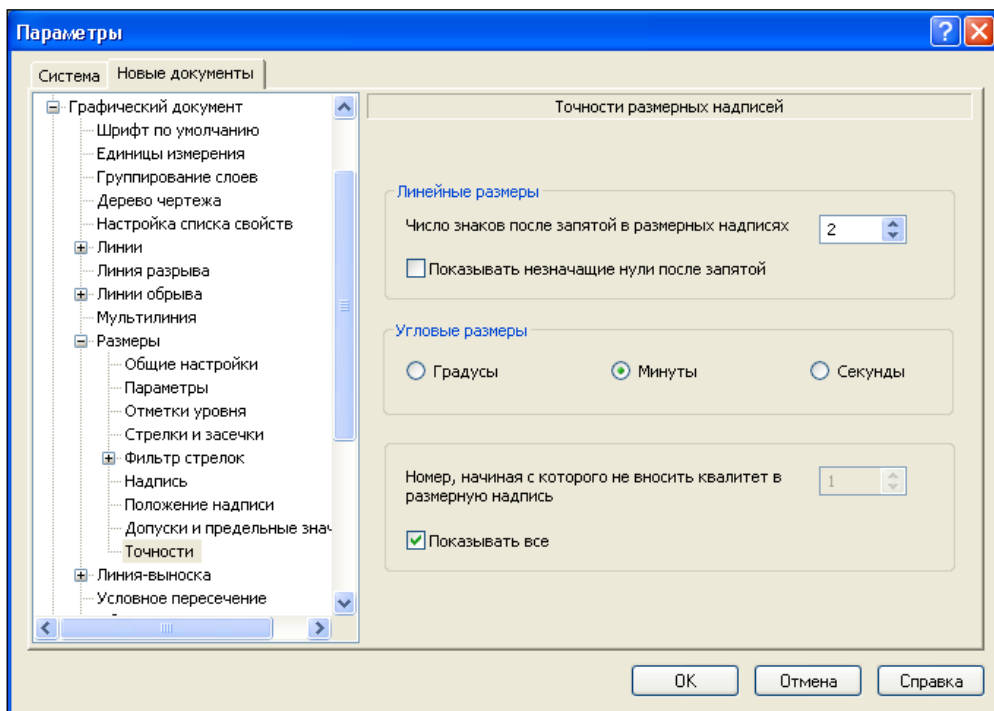

Рис. 1.15. Диалоговое окно **Параметры** с открытой панелью **Точности размерных надписей**
- ◆ выделите ЛК мыши пункт **Точности** (рис. 1.15). В правой части появится панель **Точности размерных надписей**. Она позволяет установить следующие параметры формирования размеров: